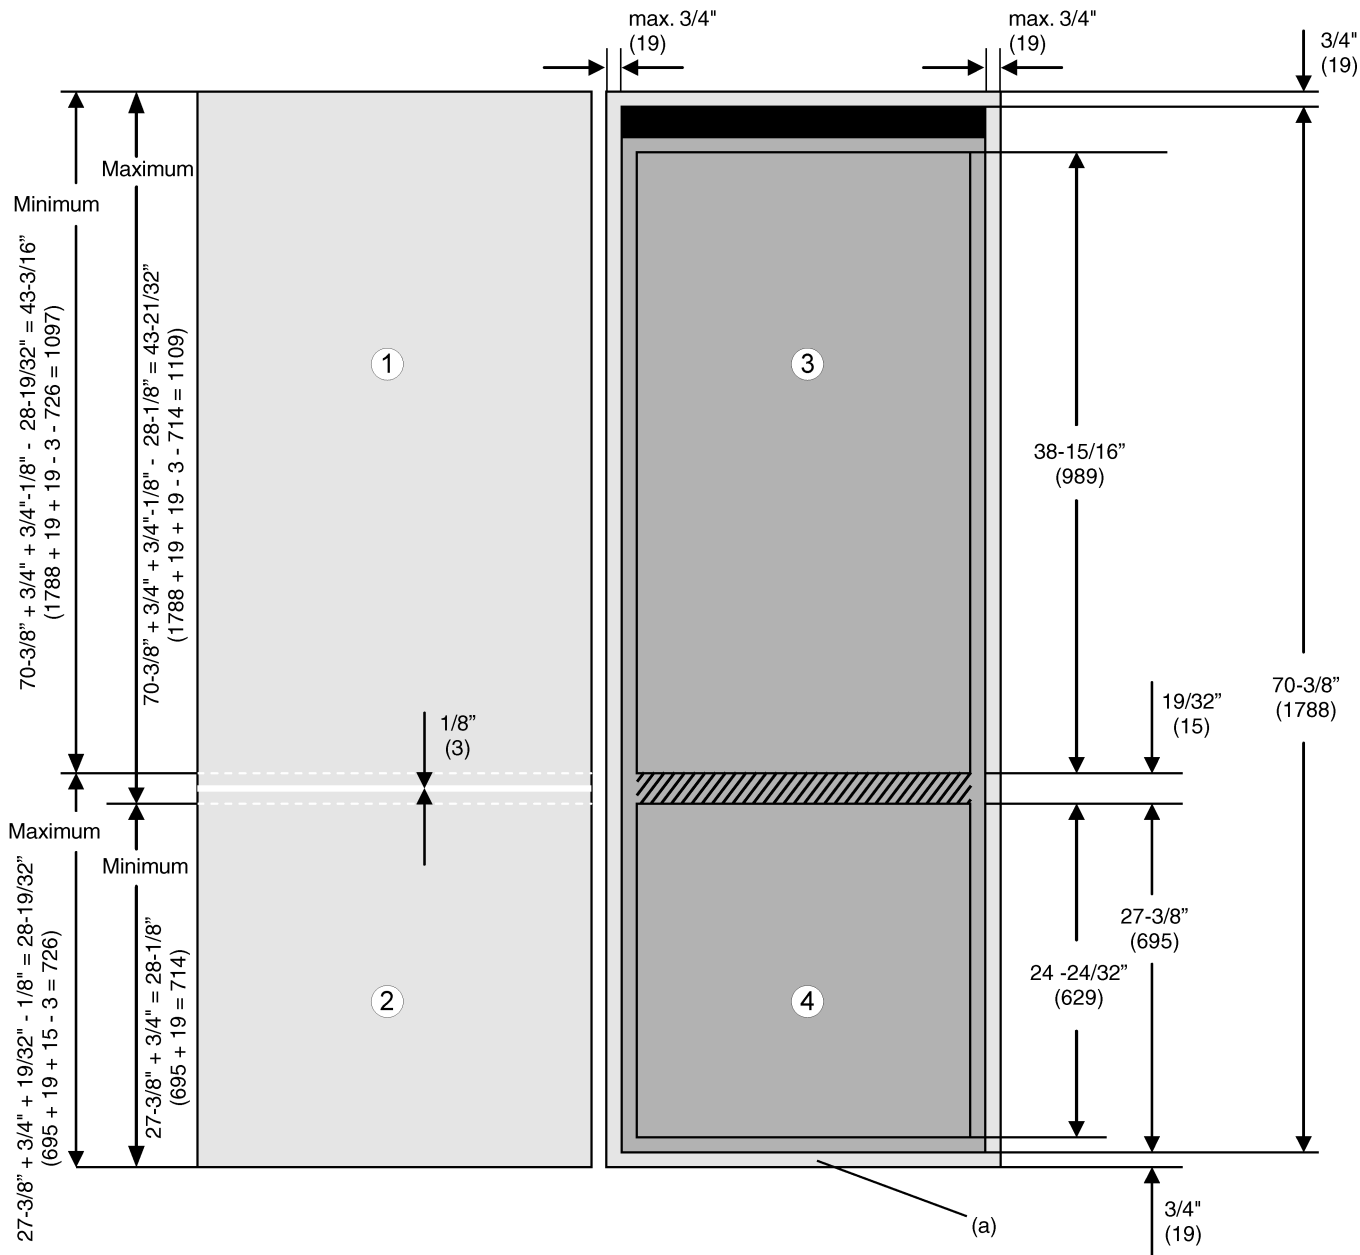

Fig. 6
► Para cubrir la parte frontal de la placa base Fig. 6 (a): Prolongue la altura de las placas 27-3/8 pulg + 3/4 pulg = 28-1/8 pulg (695 mm + 19 mm = 714 mm)
Si todavía no se han montado las puertas del mueble, debe existir una distancia entre la puerta del compartimiento congelador Fig. 6 (4) y la puerta del compartimiento frigorífico Fig. 6 (3) 19/32 pulg. (15 mm). Después de montar las puertas del mueble, la distancia entre ambas puertas Fig. 6 (1,2) debe ascender a 1/8 pulg (3 mm) aproximadamente y situarse dentro de las superficies sombreadas.